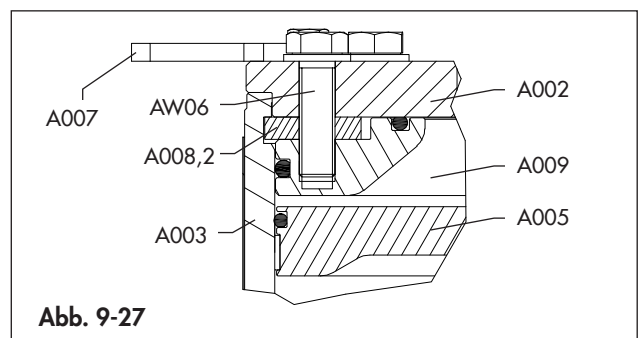

Abb. 9-27
- Setzen Sie den Flansch (A009) in den Zylinder über den Sektoren (A008.2) gemäß Abb. 9-27 ein.